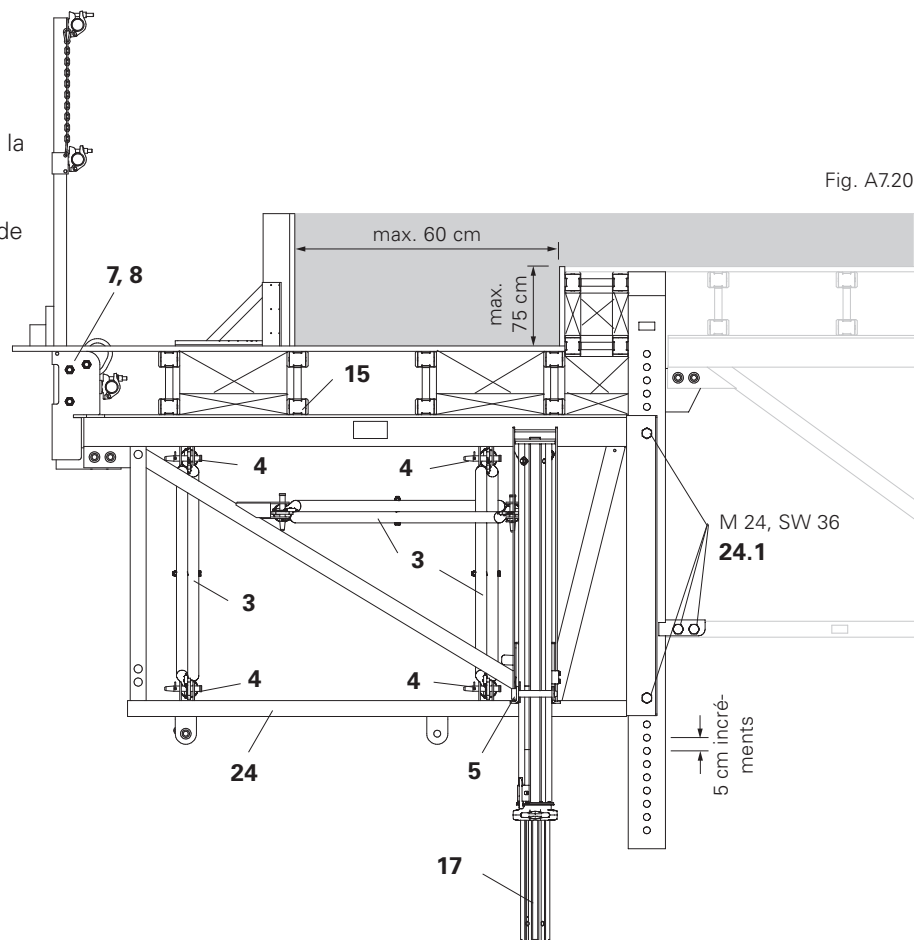

Fig. A7.20
1. Montez le Treillis de Poutre ST (24) sur la Poutrelle à Treillis STT à l'aide de tige de blocage et de goupilles fendues (24.1).
2. Monter le Dispositif de Décintage Rapide STQ (5) et les étais MULTIPROP (17).
3. Renfort vertical du Treillis de Poutre : Deux Diagonale STD (3) et quatre Entretoise STST (4) à l'avant et à l'arrière.
4. Renfort horizontal du Treillis de Poutre: Avec un diagonale (3).
5. Montez l'Adaptateur pour Oeillet de Grue STA (7) et le garde-corps (8).
6. Positionnez et fixez les Poutrelles GT 24 (15) et le coffrage en contreplaqué.
7. Montez le coffrage d'about. (Fig. A7.20)